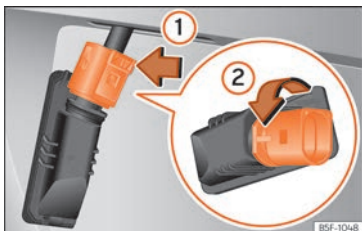

Abb. 118 Kennzeichenleuchte: Lampenhalter ausbauen.
| 3. | Auf die Verriegelung des Anschlusssteckers in Pfeilrichtung » Abb. 118 ① drücken und den Anschlussstecker abziehen. | Auf der Rückseite der Kennzeichenleuchte die Klemmbügel auseinander drücken. |
| 4. | Lampenhalter in Pfeilrichtung » Abb. 118 ② drehen und mit der Glühlampe herausziehen. | Lampenhalter aus der Kennzeichenleuchte herausnehmen. |
| 6. | Lampenhalter in die Kennzeichenleuchte einsetzen und entgegen der Pfeilrichtung » Abb. 118 ② bis zum Anschlag drehen. | Lampenhalter in die Kennzeichenleuchte einsetzen. |